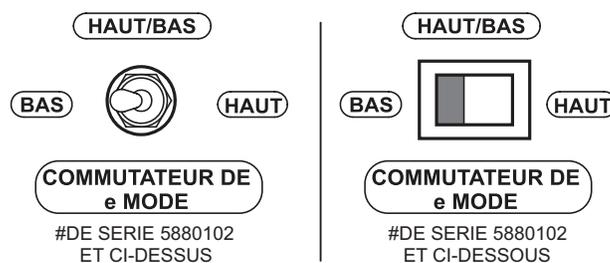

Figure 48. Commutateur Sélecteur E-Mode (Mode CV)
3. Placer le sélecteur du mode e (Figure 48) dans la position souhaitée telle que définie par le Tableau 23 ou Tableau 24. Cet interrupteur est un interrupteur à **bascule** à 3 positions (S/N 5880102 et plus) ou un interrupteur à **bascule** à 3 positions (S/N 5880101 et moins)